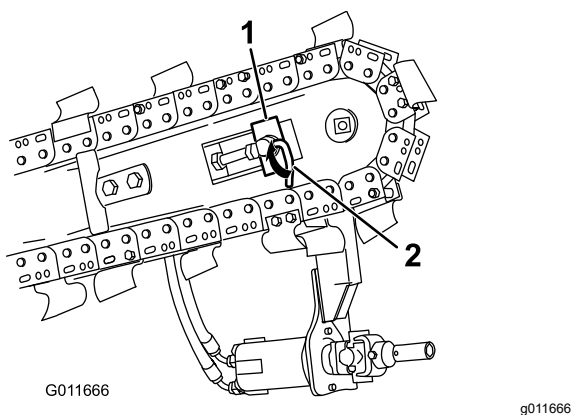

Figura 23
5. Ruotate la piastra di chiusura di 90 gradi e serrate il bullone del dispositivo di bloccaggio della leva; spostate la leva nella posizione di bloccaggio (Figura 23).